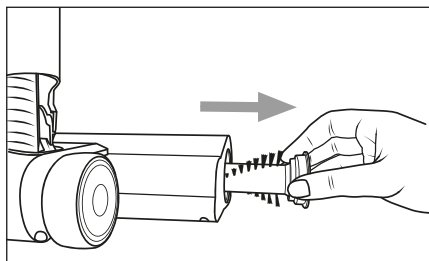

Abb. 23
- 3) Ziehen Sie die Bürstenrolle **19** aus der Bodenbürste **20** heraus (siehe Abb. 23).